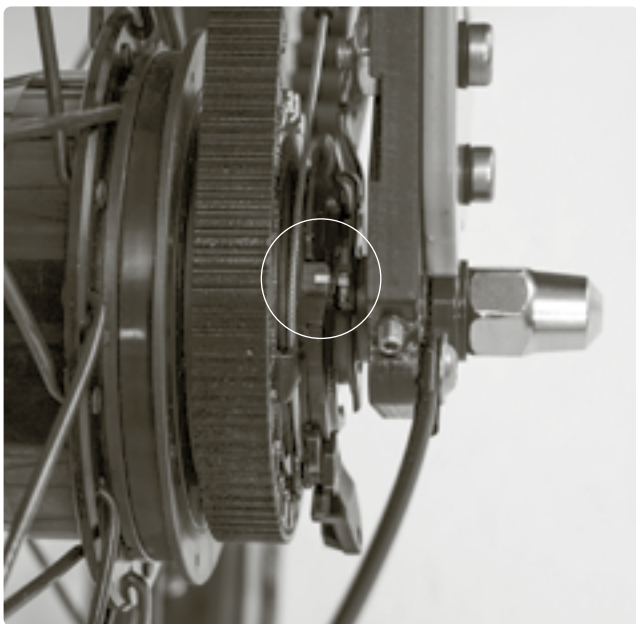

ABB. 47
- 3 Hören Sie auf zu drehen, wenn sich die beiden gelben Markierungen wieder auf einer Höhe befinden (Abb. 47).